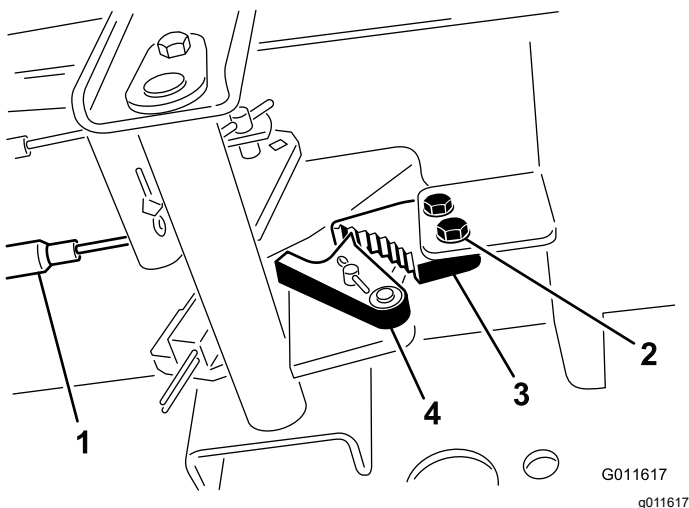

Bild 97
- Lösen Sie die zwei Schrauben, mit denen die Sperre der Feststellbremse am Rahmen befestigt ist (Bild 97).
- Drücken Sie das Pedal der Feststellbremse nach vorne, bis die Bremsenarretierung ganz an der Bremssperre greift (Bild 97).